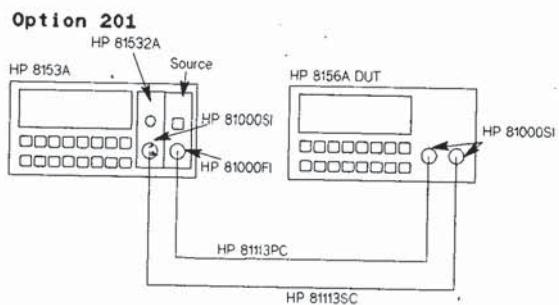

図 D-2. 総挿入損失テストのセットアップ 2
6. 図 D-2 に従って装置を接続します。
2. 図 D-2 に従って装置を接続してください。
減衰確度テストの際と同じ装置、テスト・セットアップ、装置設定を使います(図 D-2 参照)。